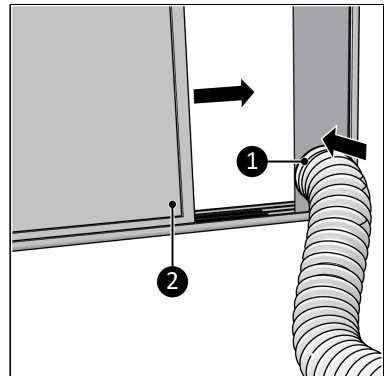

Abbildung 50.
5. Schließen Sie das Fenster (Abbildung 50, Pos. 2). Dadurch wird das Window Kit an Ort und Stelle gehalten.
6. Verbinden Sie den Anschluss des Window Kits mit dem Window Kit (Abbildung 50, Pos. 1).